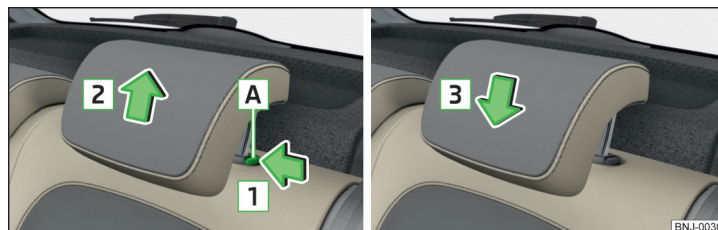

Рис. 60 Виймання/встановлення підголівника
- Утримуйте запобіжник [А] в напрямку стрілки [1] і витягніть підголівник в напрямку стрілки [2] » Рис. 60.